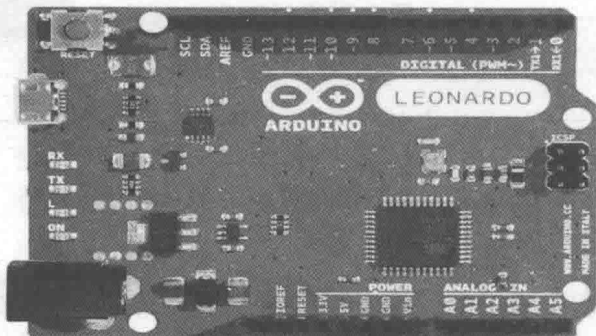

图 1-2 Arduino Leonardo
(2) Arduino Leonardo (见图 1-2)。Arduino Leonardo 以功能强大的 ATmega32U4 为基础。